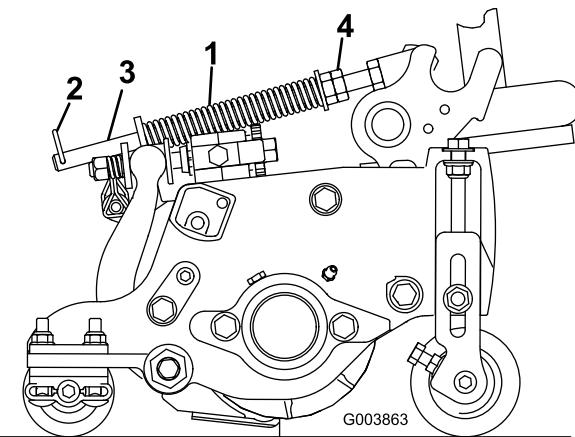

Figure 13
2. Serrez les écrous hex. sur l'extrémité avant de la tige de ressort jusqu'à ce que la longueur du ressort comprimé soit égale à 12,7 cm sur le Reelmaster 5210 & 5410 à plateaux de coupe de 5 pouces ou à 15,9 cm sur le Reelmaster 5510 & 5610 à plateaux de coupe de 7 pouces (Figure 13).
Le ressort de compensation (Figure 13) transfère aussi le poids du rouleau avant au rouleau arrière. (Cela évite la formation d'ondulations à la surface de la pelouse.)
1. Vérifiez que la goupille fendue est insérée dans le trou de la tige de ressort (Figure 13).